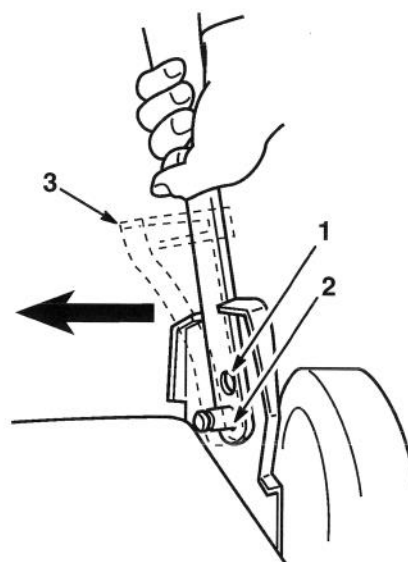

Figure 2
Le guidon possède deux réglages de hauteur – haute et basse (Fig. 2). Choisir la position qui vous est la plus confortable.
1. Glisser l'ancrage de câble (Fig. 2) sur le guidon de manière à aligner le trou et l'engager sur la goupille à l'intérieur du support de guidon.